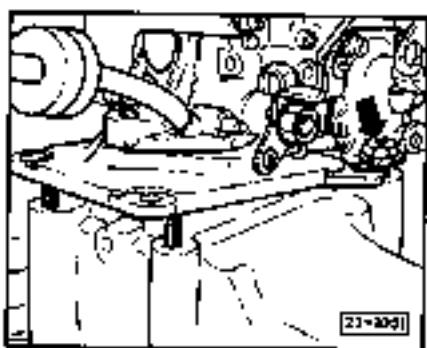

Abb. 1 34 PICT-Vergaser aus- und einbauen
- ♦ aus- und einbauen => Abb. 1